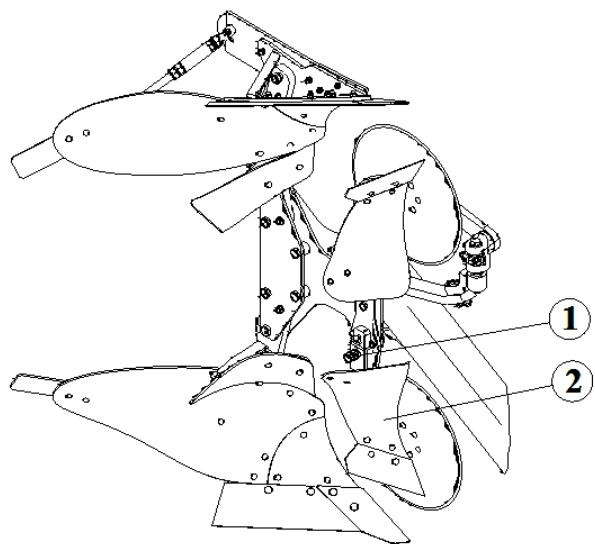

Рисунок 17.
Предпружники (2) должны заглубляться в почву приблизительно на 5 - 10 см. При виде сверху предпружники должны находиться на расстоянии примерно 2-3 см в сторону от линии лемехов и под углом примерно 45° - 50° к направлению движения (рис. 17 и 18).
Регулировка глубины работы предпружника производится при помощи плоской стойки (3) посредством стопорных болтов (1) (рис. 17 и 18).